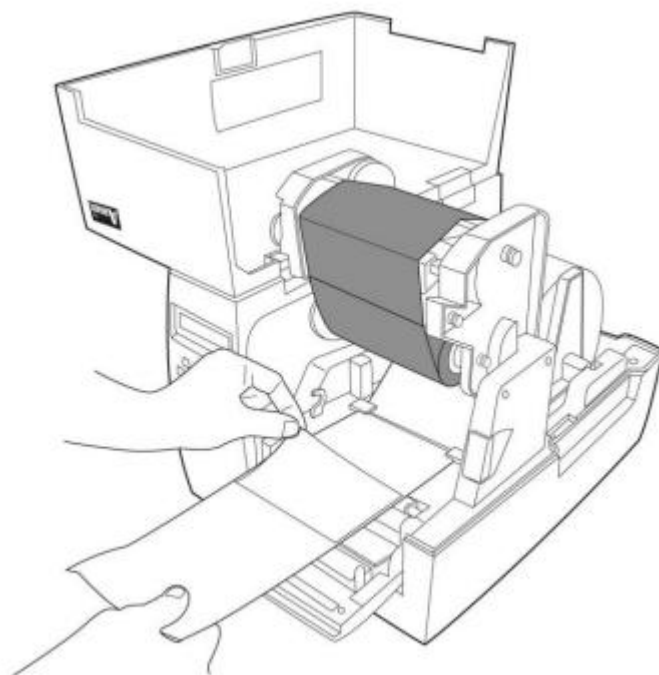

Рисунок 18
2. Удалите приблизительно 6 дюймов (15 сантиметров) этикеток от бумажной подложки (Рис. 18).